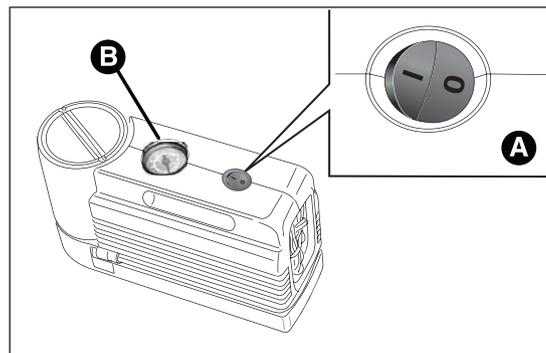
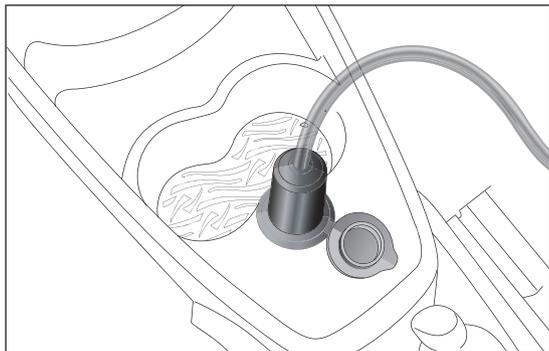

fig. 125
fig. 126
- assicurarsi che l'interruttore A fig. 125 del compressore sia in posizione 0 (spento), avviare il motore, inserire la spina nella presa di corrente ubicata sul tunnel centrale fig. 126 e azionare il compressore portando l'interruttore
A in posizione I (acceso). Gonfiare il pneumatico alla pressione prescritta nel paragrafo "Pressione di gonfiaggio" nel capitolo "Dati Tecnici". Per ottenere una lettura più precisa, si consiglia di verificare il valore della pressione sul manometro B fig. 125 con compressore spento;